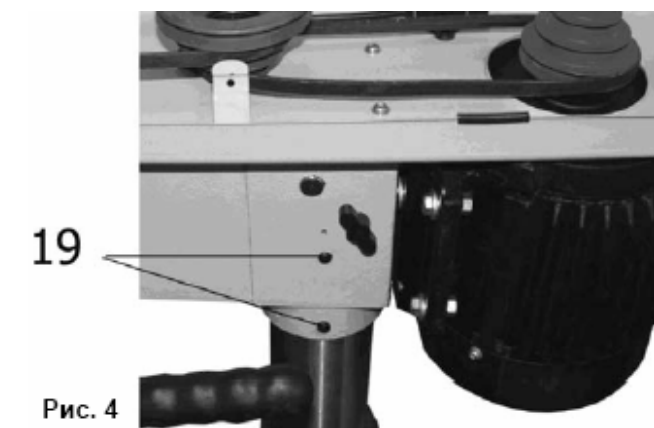

Рис. 4
9.8. Аккуратно установите на колонну (2) шпиндельную головку станка (8), Рис.2, предварительно ослабив винты фиксации (19), Рис.4. Поворачивая шпиндельную головку (8) на колонне (2), Рис.2, убедитесь, что она села до упора. Затяните винты фиксации (19), Рис.4.